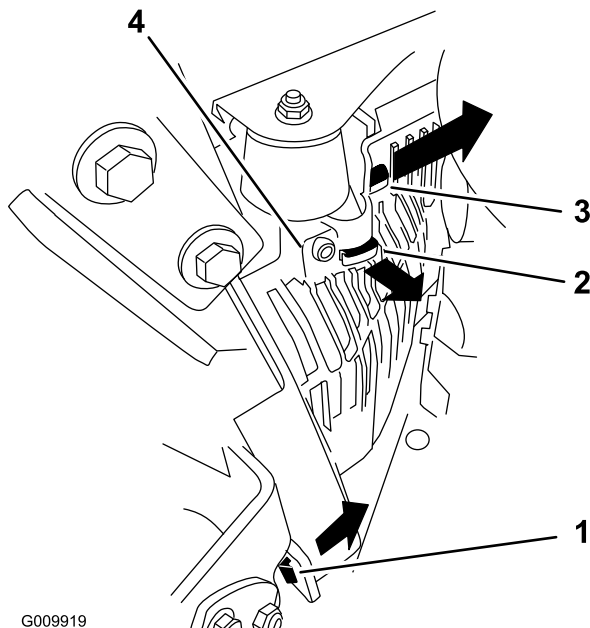

Bild 58
3. Nehmen Sie die linke Haube der Hydraulikanlage in der Reihenfolge ab, die in Bild 58 aufgeführt ist.
5. Setzen Sie die linke Haube der Hydraulikanlage auf (Bild 58).